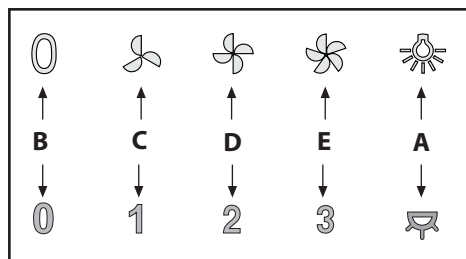

Fig.9
• **Commandes (Fig.9) mécaniques** les symboles sont les suivants: